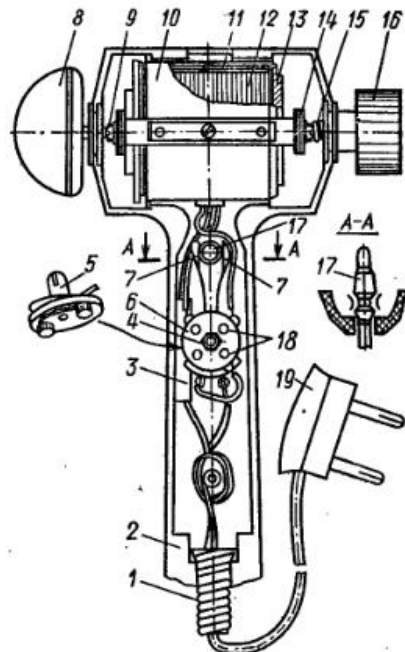

Рис. 54. Электромассажный прибор ВМП-1:
**МАССАЖНЫЙ ПРИБОР ВМП-1.** Прибор состоит из разъемного пластмассового корпуса 2 (рис. 54), внутри которого вмонтирован электромагнитный вибратор. На ручке прибора установлены кнопка 17 выключателя, контакты 7 и переключатель напряжения сети (неподвижная пластина 6 и подвижная 5). Включение прибора осуществляется при помощи соединительного шнура и выключателя. Сменные насадки для массажа навинчивают на ось прибора с левой стороны (если смотреть со стороны фирменной таблички). С правой стороны прибора расположен регулятор 16 интенсивности вибрации. Переключение на требуемое напряжение осуществляется при помощи отвертки поворотом переключателя до совпадения прорези на головке со стрелкой указателя напряжения (127 или 220 В). Прибор укомплектован пятью насадками: колоколом-присосом, шиновой насадкой, губкой, полукругом и шариком.